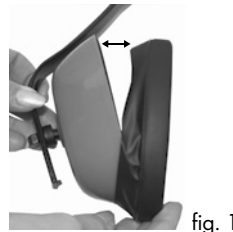

fig. 1
- Détachez les anciens coussinets d'étanchéité des coquilles et remplacez-les par des neufs (voir fig. 1).